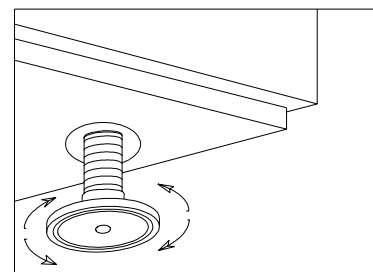

Bild. 1
- Gerät ausrichten und Höhe verstellen. Bild 1